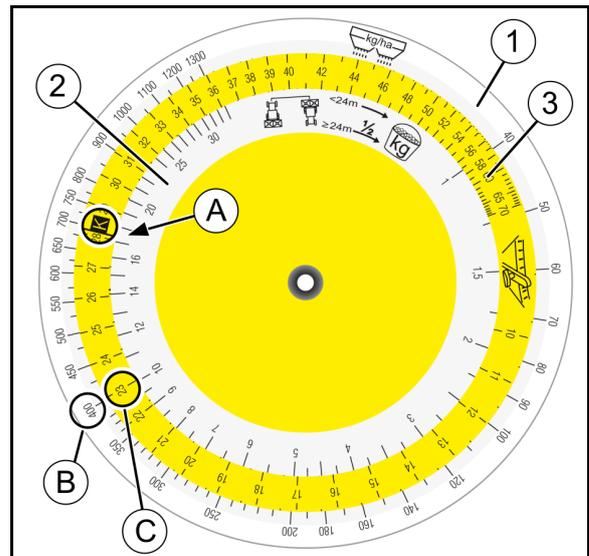

图 59
在收集量 [kg] 的刻度尺（图 59/2）上找到数值 17.5（A），对准彩色刻度尺（图 59/3）的位置 K。
8. 在撒播量刻度尺（图 59/1）上找到预期撒播量（400 kg/ha）（B）并读取预期的滑门位置 23（C）。